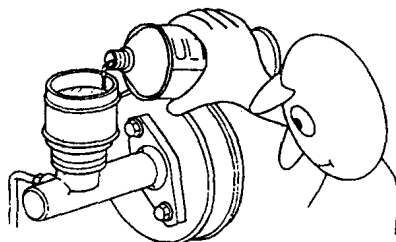

图 1-19 向系统中补充液体
① 如图 1-19 所示,在向系统中补充液体时,需要特别小心,以防灰尘、污物进入系统。